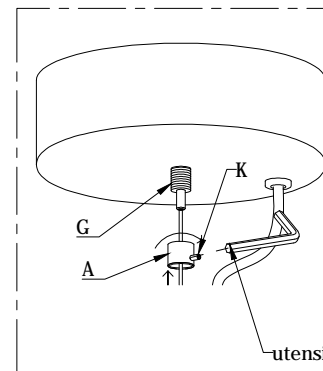

Fig. 2
- Appoggiare il rosone al soffitto. A posizionamento effettuato avvitare con cura il particolare (A) , al bloccacavo (G) . ( FIG. 2)
- Avvitare il grano di sicurezza (K) ( Fig. 2).
- Place the canopy in the ceiling. Screw with care the particular (A), the block cable (G). (Fig.2)
- Screw the safety screw (K) (Fig.2).